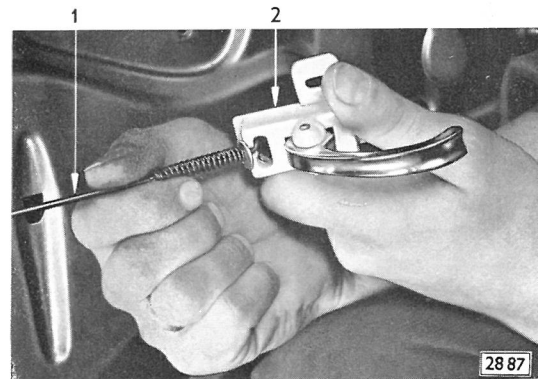

Bild 128 - Zugstange aus Türschloß-Fernbetätigung aushängen
4. Die Zugstange kann, sofern erforderlich, aus der Fernbetätigung ausgehängt werden (Bild 128).